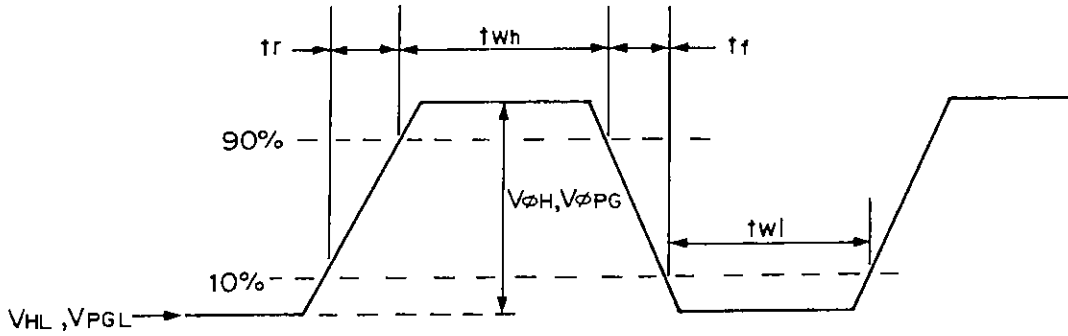

Fig. 3
*3. See Fig. 3.
*4. See Fig. 3.